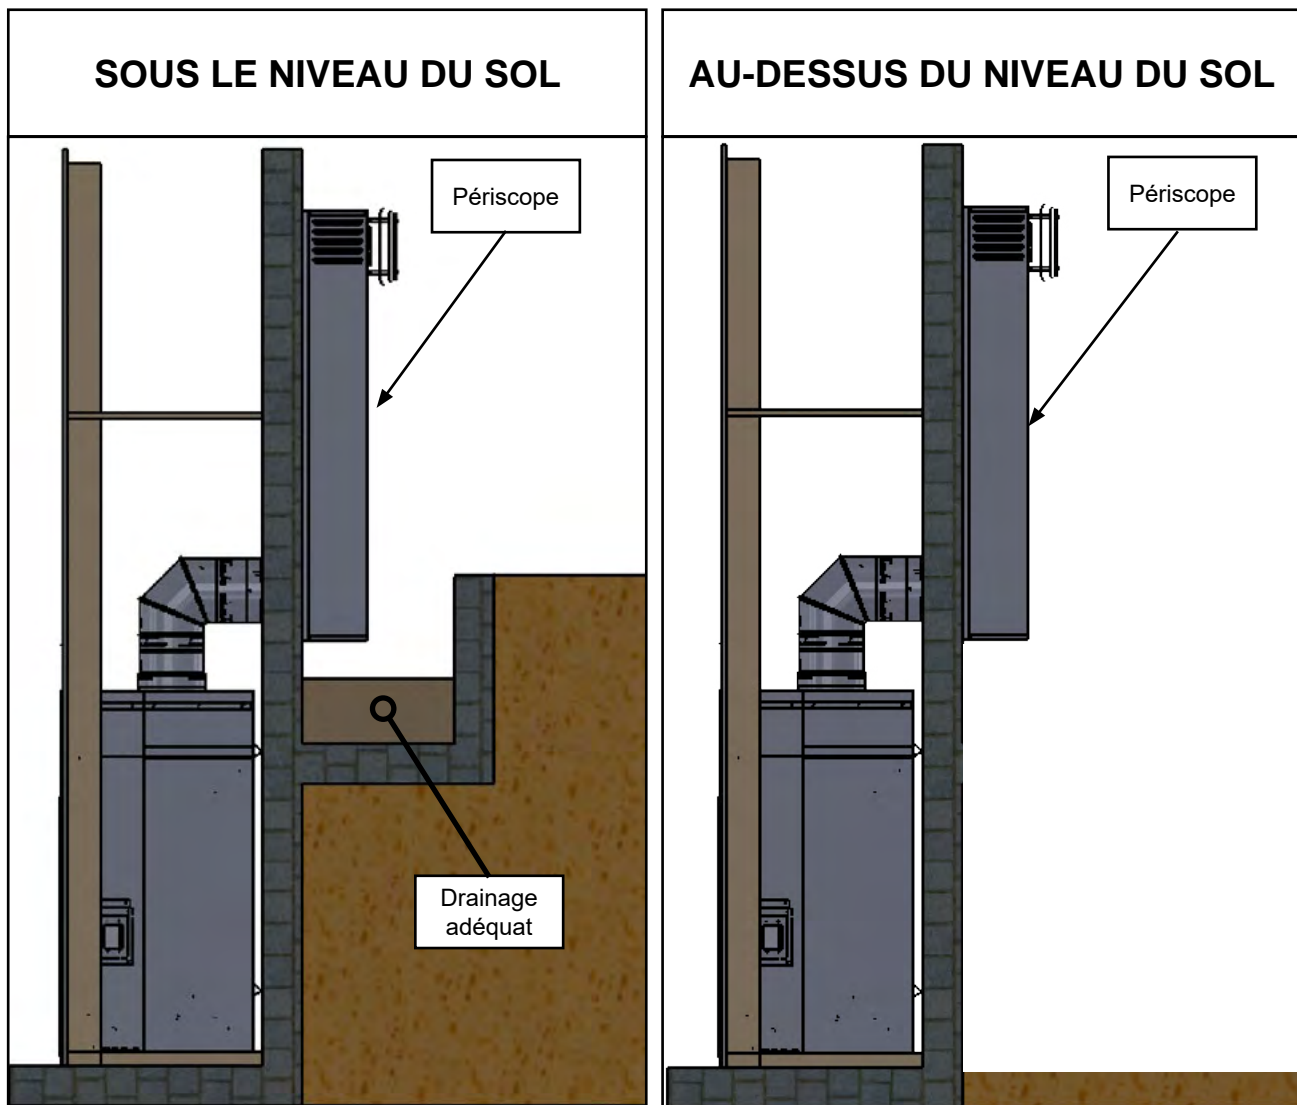

Figure 10.5.01
- Un périscope possède deux coudes de 90° qui comptent dans le calcul du nombre de coudes permis pour le système de cheminée. Par exemple, l'installation illustrée à la **Figure 10.5.01** utilise 3 coudes de 90°.
- Si la terminaison périscopique est installée sous le niveau du sol (p. ex. : pour un sous-sol), un drainage adéquat doit être conçu pour empêcher l'eau d'entrer à l'intérieur de la terminaison périscopique (voir **Figure 10.5.01**).